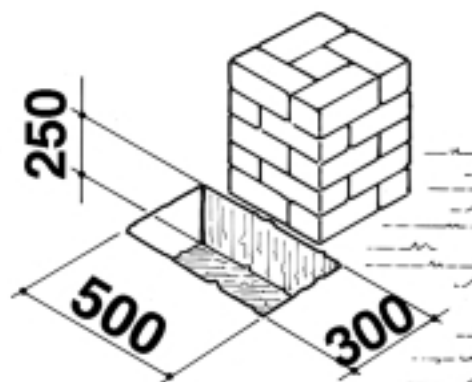

Fig. 5
- Eseguire la fossa nel terreno a filo pilastro con le quote riportate sul disegno considerando che l'asse delle cerniere dovrà cadere in mezz'aria alla quota 500 (Fig. 5).
- Excavate a trench next to the pillar of dimensions shown on the drawing, taking into consideration that the centre-line of the hinges must be on the centreline at a height of 500 (Fig. 5).
- Exécuter une fosse dans le sol, au ras du pilier, selon les cotes reportées sur le schéma et en tenant compte du fait que l'axe des charnières devra aboutir au milieu de la cote 500 (Fig. 5).
- Die Grube im Boden an der Kante des Pfeilers und mit den auf der Zeichnung angegebenen Maßen ausheben, dabei beachten, daß die Achse der Scharniere in der Mittellinie auf das Maß 500 fallen muß (Abb. 5).